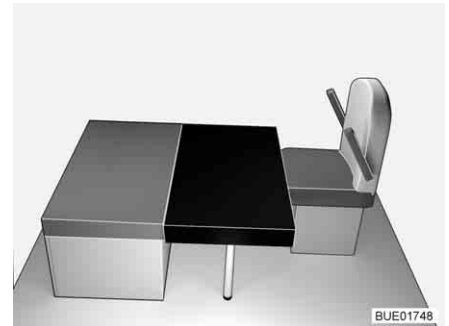

Fig. 91 Après la transformation
- Poser le coussin supplémentaire rectangulaire sur la table (devant le coussin d'assise de la banquette, voir Fig. 91). La découpe dans le coussin supplémentaire se trouve contre la paroi d'appui avant.